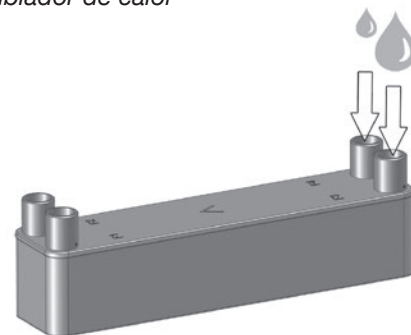

fig. 5.8: Llene el intercambiador de calor con agente antical
9. Llene ambos lados del intercambiador de calor con un agente antical (fig. 5.8).